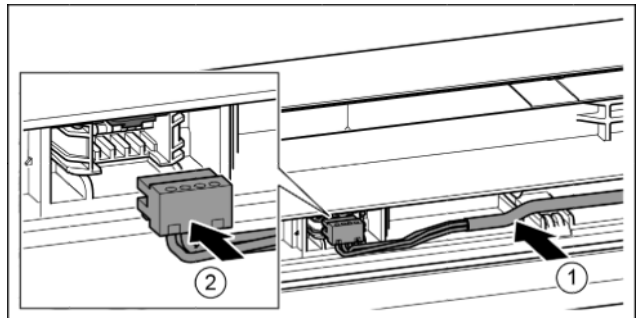

Fig. 39
- ▶ Graues Kabel in die Führung in der oberen Tür einlegen. *Fig. 39 (1)*
- ▶ Stecker einrasten. *Fig. 39 (2)*